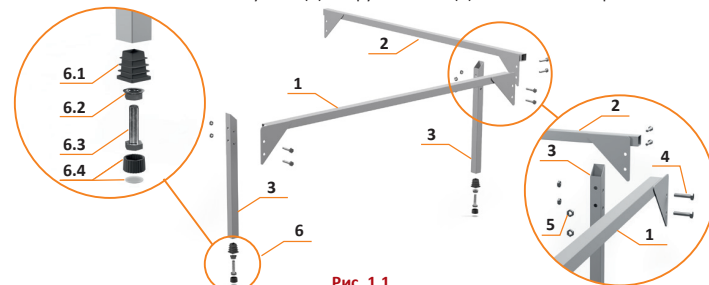

Рис. 1.1
1. Установите комплект заглушек (6) на трубы-ножки (3) как показано на рис. 1.1.
2. Закрепите трубы-ножки (3) внутренними срезами к опорной трубе (1), затем к длинной стороне среза труб-ножек (3) закрепите трубу-стяжку (2), болтами, входящими в комплект, при помощи гаечного ключа (согласно схеме представленной на рис. 1.1).